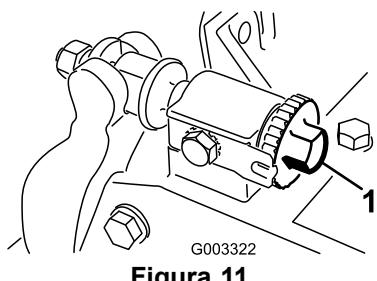

Figura 11
- Coloque a unidade de corte numa superfície de trabalho plana e nivelada. Rode os parafusos de ajuste da barra de apoio no sentido contrário ao dos ponteiros do relógio para assegurar que a barra de apoio não entra em contacto com o cilindro (Figura 11).
Importante: Certifique-se de que as porcas na parte traseira dos parafusos de ajuste da barra de apoio não estão apoiadas na superfície de trabalho (Figura 11).